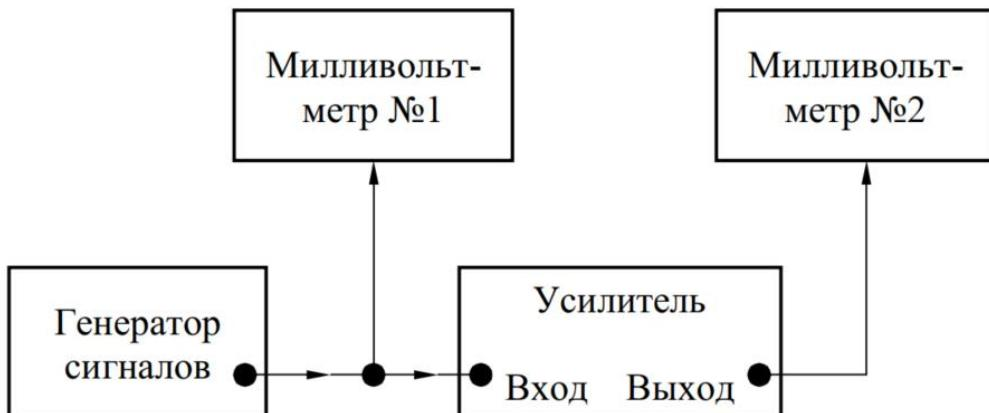

Рисунок 2.2 – Подключение измерительных приборов: Милливольтметр 1 предназначен для измерения напряжения $U_{вх}$, милливольтметр 2 – напряжения $U_{вых}$.
2.1.1 Разъем ВХОД усилителя через коаксиальный тройник кабелями подключить к выходу генератора сигналов и электронному милливольтметру 1. Разъем ВЫХОД – к милливольтметру 2 (рисунок 2.2).